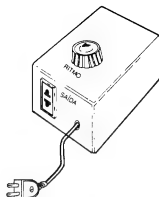

Fig.6
**- FIG. 6 - ANEXAÇÃO DO DISSIPADOR - ACABAMENTO E CAIXA** - Conforme vemos em 6-A, ainda antes de se "embutir" o conjunto na caixa escolhida, o dissipador de calor deverá ser mecânica e termicamente acoplado à aleta metálica do TRIAC, fixado por parafuso e porca, com firmeza... Cuidar para que o dito dissipador (alumínio) não toque em nenhuma outra parte metálica do circuito, terminais de componentes, pontas expostas de fios, etc. Em 6-B temos a sugestão para o "encaixamento" final do LAPO, de preferência feito num container plástico resistente, e cujas dimensões devem comportar - obviamente - tanto a placa do circuito quanto o volume relativamente grande do dissipador acoplado ao TRIAC (ver 6-A). No painel principal (topo da caixa), pode ficar o potenciômetro de ajuste do ritmo, guarnecido pelo respectivo knob (também plástico, para boa segurança...). Numa das laterais, pode ficar a tomada de Saída (tipo retangular, de encaixe...) e a Saída do "rabicho" (através de um furo guarnecido por "passante" ou ilhós de borracha...). Dar um nó no cabo de alimentação, pelo lado de dentro da caixa, é uma boa providência, evitando que eventuais esforços ou "puxões" possam vir a romper suas conexões soldadas à placa... Finalmente, 4 pés de borracha colados ou parafusados sob o conjunto (na base da caixa), darão es-